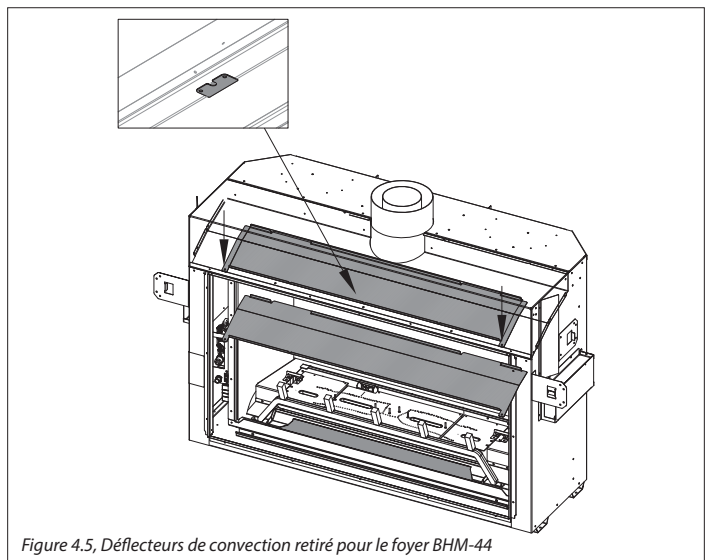

Figure 4.5, Déflecteurs de convection retiré pour le foyer BHM-44
BHM-44 : Le déflecteur est fixé par le clip de déflecteur par (2) vis situé au centre avant, et par (2) vis juste derrière le bord supérieur de l'ouverture du foyer (voir Figure 4.5)